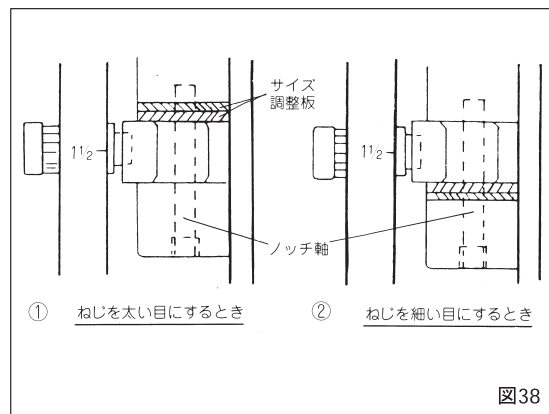

図38
- ①ノッチ軸をマイナスドライバーで緩めます。
- ②位置決めノッチを押さえながらノッチ軸を外します。
- ③位置決めノッチをその下にあるピンとバネが飛び出さないよう、注意しながら外します。
- ④サイズ調整板を図38-①②のどちらかを選び挿入してください。
- ⑤バネ及びピンを切上げブロックの所定の穴に入れ、位置決めノッチで押さえます。
- ⑥ノッチ軸を切上げブロックに通し、位置決めノッチ、サイズ調整板をセットします。
- ⑦マイナスドライバーでノッチ軸をしっかり締付けてください。